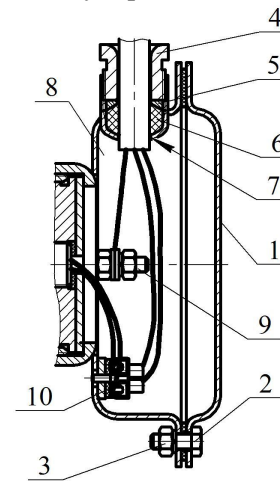

Рисунок 2
6.2 Произвести монтаж вводной коробки МПП (см. рисунок 2):